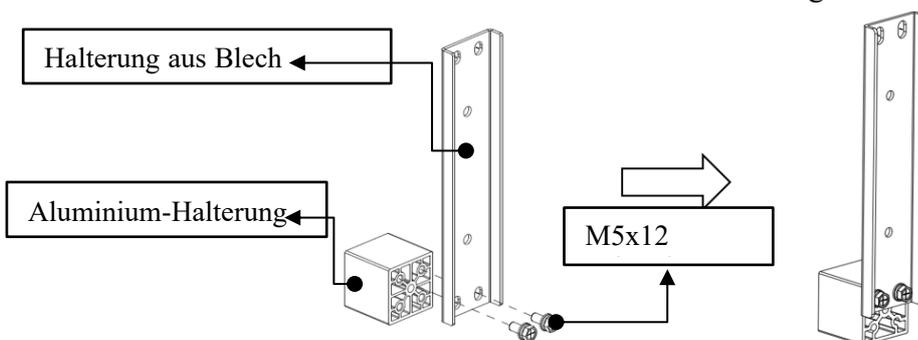

Abb.3.1 Montage der Basishalterung
(1) Nehmen Sie 1 Blechhalterung und 1 Aluminiumhalterung und montieren Sie sie mit 2 Schrauben M5*12 zu 1 Satz Basishalterungen (Abb. 3.1), wie in der Abbildung gezeigt.
(2) Jede Box entspricht 4 Sätzen grundlegender Halterungen (1 Satz). Die Anzahl der für die verschiedenen Modelle erforderlichen Sätze von Basishalterungen ist wie folgt (Tabelle 3.1):